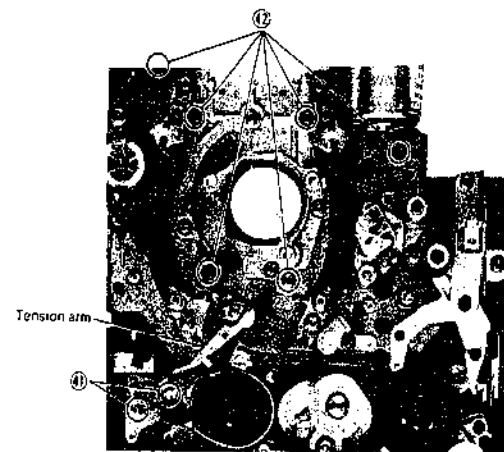

Fig. 37
41 Ering (Fig. 37)
- 2) 42 6 screws. (Fig. 37)